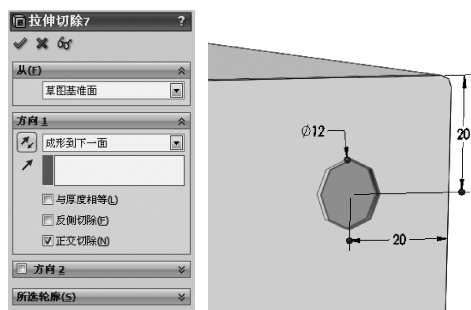

图 14-25 拉伸切除特征 3
9) 单击【特征】工具栏中的 (拉伸切除) 按钮,在【属性管理器】中弹出【拉伸切除】属性设置。在【方向 1】选项组中,设置【终止条件】为【成形到下一面】,单击 (确定) 按钮,生成拉伸切除特征,如图 14-25 所示。